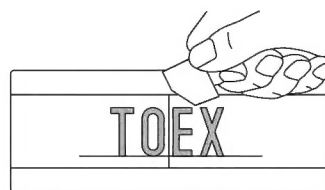

図3-4
④ 裏紙をはがしネームシールがサインからはがれないようにしっかり貼り付けてからセンターラインと水平ラインを消してください。(図3-4参照)